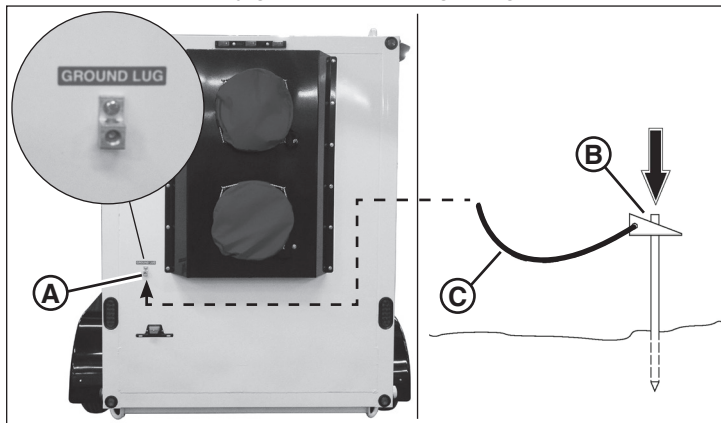

Figura 12
El remolque del calentador está equipado con una orejeta de conexión a tierra, ubicada en la parte posterior izquierda del remolque. Consulte la Figura 12. También se necesita una varilla y un cable de conexión a tierra, y los puede obtener a través de su distribuidor autorizado.
1. Ubique un punto en el suelo a una distancia no superior a 1,5 m desde la orejeta de conexión a tierra (**A**, Figura 12). Coloque la varilla de conexión a tierra (**B**) en el suelo en este punto.
2. Conecte un extremo del cable de conexión a tierra (**C**, Figura 12) en la varilla de conexión a tierra.